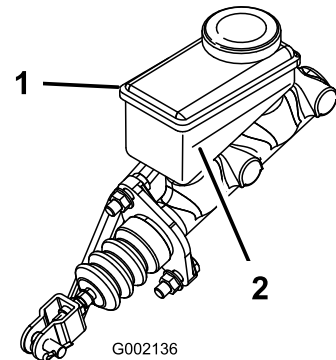

図 61
3. タンクの側面についているマークで、量を点検する 図61。
- B. 最低ラインより上まで DOT 3 ブレーキ液を補給する 図 61。